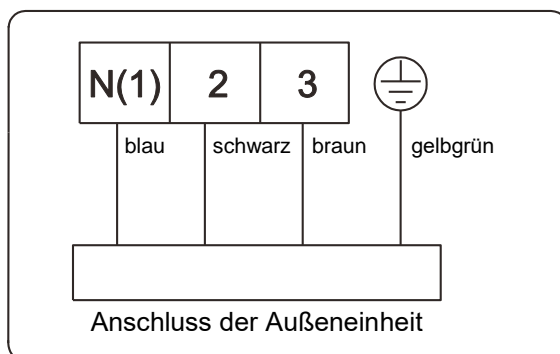

Abb. 38
- Schließen Sie das Verbindungskabel der Inneneinheit nach den Bezeichnungen im Bild 38 ordnungsgemäß an.